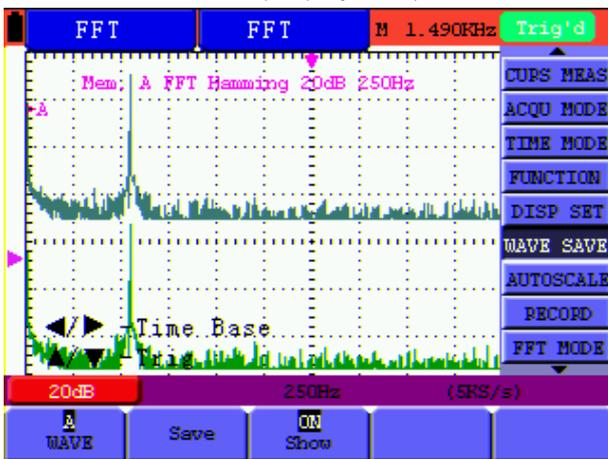

Рисунок 53. Сохранение осциллограммы в режиме БПФ
5. Нажмите кнопку **F3**, чтобы включить отображение осциллограммы, сохраненной по указанному адресу, на дисплее. Осциллограмма, сохраненная по адресу A, будет показана на дисплее зеленым цветом, а ее нулевой уровень, значения напряжения и времени – лиловым цветом (см. рисунок 53).